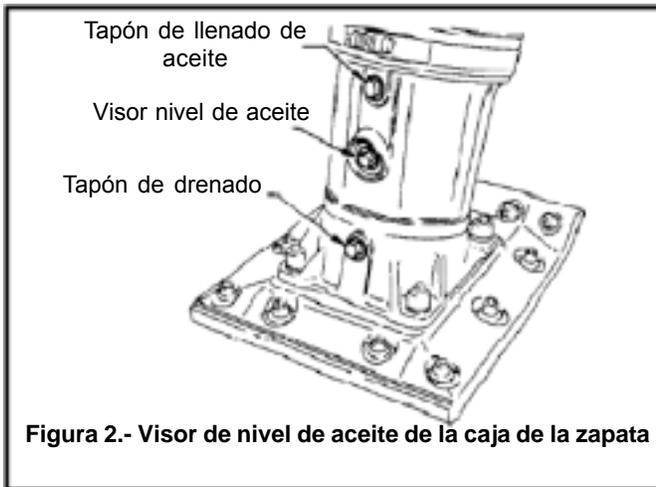

Figura 2.- Visor de nivel de aceite de la caja de la zapata
1.- Verificar el nivel de aceite a través del visor de nivel de aceite (Figura 2) el cual se encuentra en la parte posterior del soporte de la zapata.
2.- Si el aceite no es visible, agregue aceite de motor 10W-30 a través del orificio del tapón de llenado de aceite (Figura 2). El baño de aceite es de aproximadamente 1.7 pints (800 cc.)